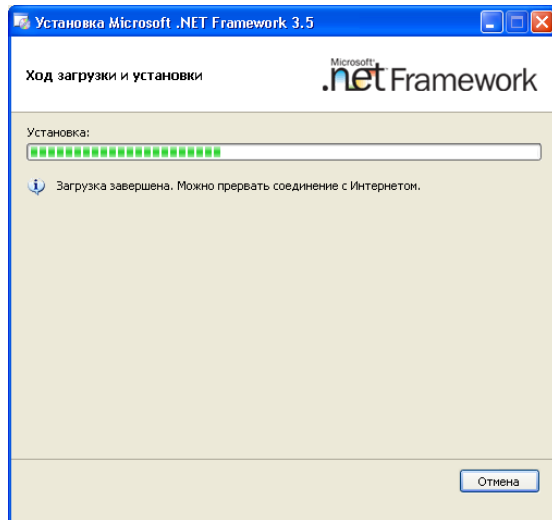

Рисунок 7.4
4) Для продовження процесу встановлення програми "FrameWork_3.5" клацнути по кнопці [Установить]. В процесі виконання встановлення на екрані ПК буде відображатись вікно (рисунок 7.4).